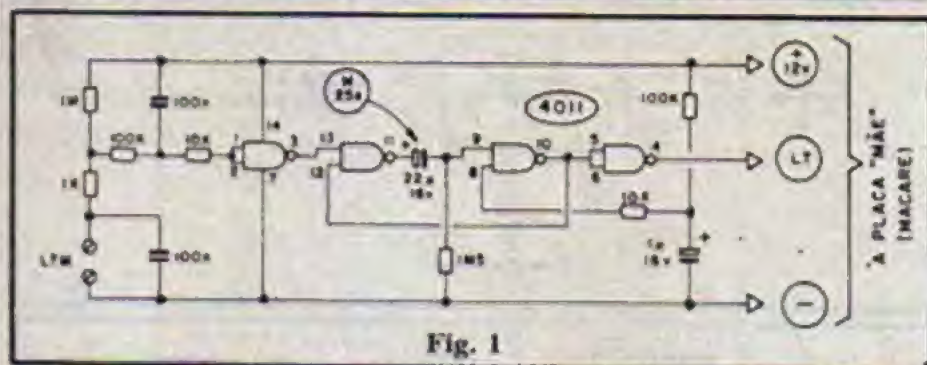

Fig. 1
- FIG. 1 - Diagrama esquemático
porcionada pela "carência" de Saída (de 90 a 100 segundos, no original...), representada no gráfico 7-A pela marca (TS) a duração da memória tem que ser forçosamente **menor** do que a temporização de Saída... É por tal razão que escolhemos o tempo TM na casa de 22 a 25 segundos, uma condição confortavelmente **intermediária** entre o TS (90 a 100 segundos) e o TE (10 segundos), preservando assim todas as características desejáveis da MACARE original e, ao mesmo tempo, acrescentando a segurança da memorização **também** na Entrada Temporizadora! O Leitor/Hobbysta mais "avançadinho" e que gosta de modificar as coisas de acordo com suas idéias e necessidades, deve lembrar **sempre** que o TM **tem** que apresentar um valor **intermediário** entre o TE e o TS e que, simultaneamente, deve ser "tão longe" do TS quanto for possível, caso contrário "sobrará" muito tempo de "carência real" para a efetiva saída do usuário da casa, após o instante de "ligamento" da MACARE/MOMELT! Re-olhando a figura 1 - pág. 15 - APE12 (esquema da MACARE) e observando a fig. 1 do presente MOMETL, ter sempre em conta que os capacitores eletrolíticos responsáveis pelas diversas temporizações estão, em todos os casos, nitidamente indicados, e a **razão** das ditas temporizações